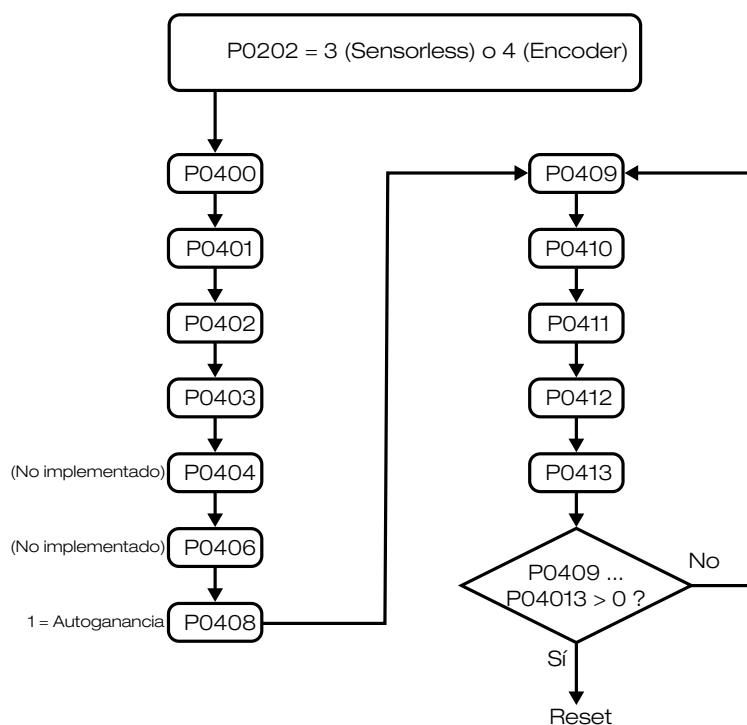

Figura 5.22: Secuencia del menú autoguiado
- Cuando P0202 es programado para control vectorial sensorless (P0202 = 3) o vectorial con encoder (P0202 = 4) el convertidor entra en modo de menú autoguiado (consulte la Figura 5.22 en la página 5-34).